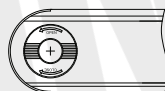

Fig.3
---Riposizionare il coperchio della batteria e serrarlo in senso orario (Fig.3).